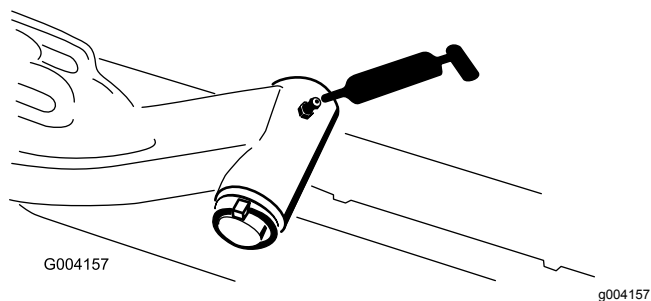

Figure 49
- Axe de pivot des bras de relevage (1 chacun)—Figure 49